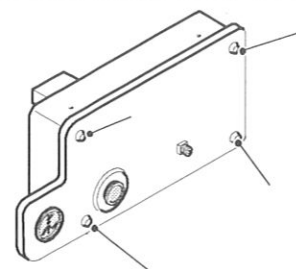

fig. 3.12
- 2 togliere le quattro viti del pannello comandi e rimuovere il coperchio (fig. 3.12);